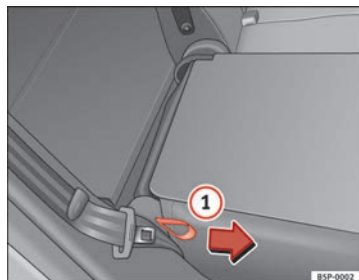

Fig. 98 Rabattre ou relever le dossier des sièges arrière
⇒ fig. 98 ①
Dans cette position, le dossier est bloqué. C'est pourquoi, pour redresser le dossier il faut tirer depuis le côté situé à côté du siège, dans le sens de la flèche ⇒ fig. 98.